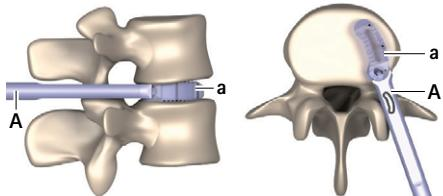

Rys. 9 Implant w podstawce do napełniania implantów
- ▶ Włożyć implant **a** do podstawki do napełniania implantów **E**, patrz Rys. 9. Zwrócić przy tym uwagę na długość implantu (napis na podstawce do napełniania implantów: L26/L30/L34).